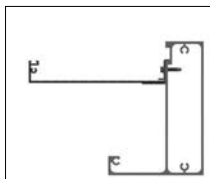

Abb. 84
- » schieben Sie die Abschlusslamelle auf den Abschlusslamellenwinkel (Abbildung 84) und schrauben Sie die Endkappen seitlich gegen die Lamellenträgerprofil (Abbildung 85)